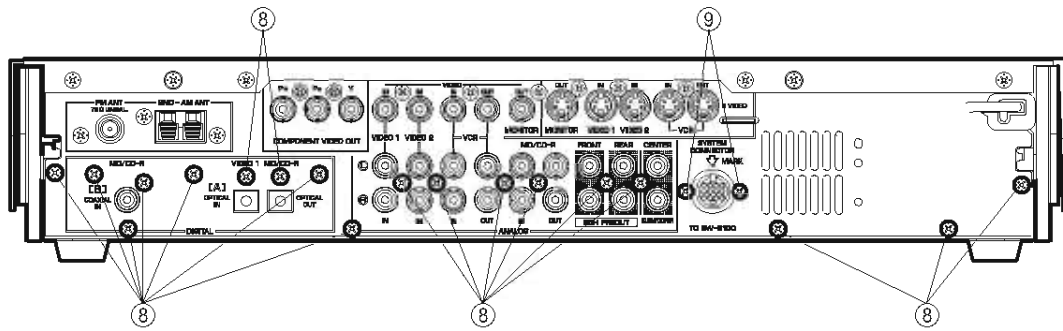

Fig. 5
- a. Remove 18 screws (⑧) and 2 screws (⑨). (Fig. 5)
- a. ⑧のネジ18本、⑨のネジ2本を外します。(Fig. 5)